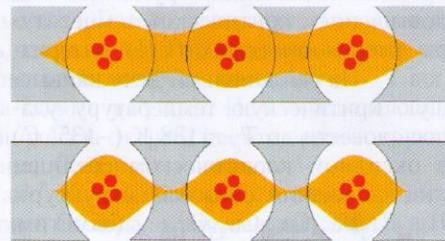

Рис. 5
**Рис. 5. Из ЭСК человека могут быть получены любые специализированные клетки.** На рисунке приведено иммунологическое окрашивание специализированных клеток нервной системы, полученных из эмбриональных стволовых клеток. Зелёные – астроциты, глиальные клетки, имеющие звёздчатую или паукообразную форму; красные – олигодендроциты, другой тип глиальных клеток, характерный слаборазветвлёнными, относительно короткими отростками
На рис. 5 изображён кристалл кремния, в котором сделаны цепочки микро-